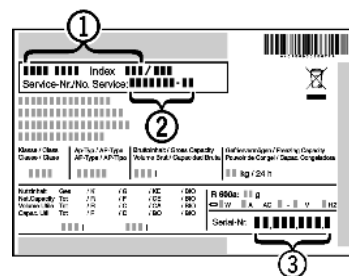

Fig. 14
- ▶ Označení přístroje Fig. 14 (1), servisní číslo Fig. 14 (2) a sériové číslo Fig. 14 (3) naleznete na typovém štítku. Identifikační typový štítek je umístěn na levé vnitřní stěně přístroje.
- ▶ Informujte zákaznický servis a sdělte poruchu, označení přístroje *Fig. 14 (1)*, servisní číslo *Fig. 14 (2)* a sériové číslo *Fig. 14 (3)*.